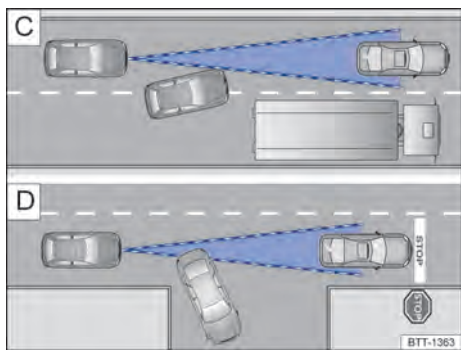

Fig. 99 [C] Mudança de faixa. [D] Veículo virando ou parado.
Por exemplo, se um veículo detectado pelo ACC virar ou mudar de faixa, e se houver um veículo parado à frente deste veículo, o ACC não reagirá ao veículo parado → Fig. 99 [D].
- Veículos que mudam para a faixa onde você se encontra com pouca distância do veículo → Fig. 99 [C].